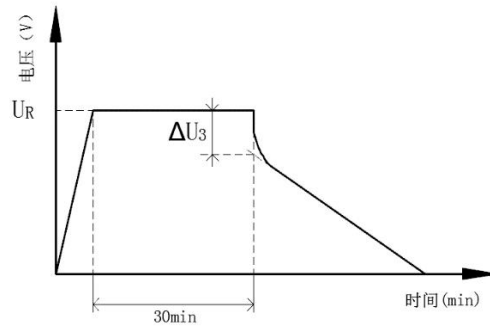

图 3 直流内阻电压特性
- 根据图 3 测量 10ms 内电压的瞬时变化值，计算直流内阻。